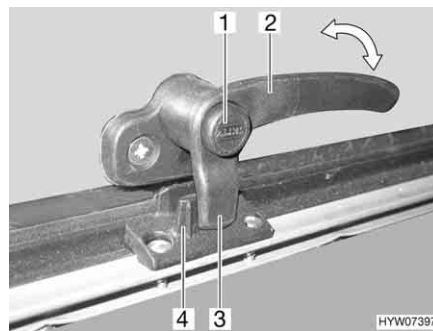
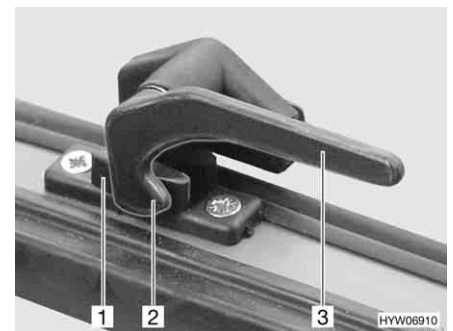

Fig. 51 Leva di serraggio con bottone di sicurezza in posizione "Chiuso"
Fig. 52 Leva di serraggio in posizione "Chiuso"
- Se presente, premere e tenere premuto il bottone di sicurezza (Fig. 51,1).
- Ruotare la leva di serraggio (Fig. 51,2 o Fig. 52,3) di un quarto di giro verso il centro della finestra.
- Ruotare la leva di serraggio (Fig. 51,2 o Fig. 52,3) di un quarto di giro verso il telaio della finestra. Il nasello di chiusura (Fig. 51,3 o Fig. 52,2) della leva di serraggio si trova completamente sul lato interno della chiusura della finestra (Fig. 51,4 o Fig. 52,1).
- In posizione "Completamente chiusa" (Fig. 51 e Fig. 52)